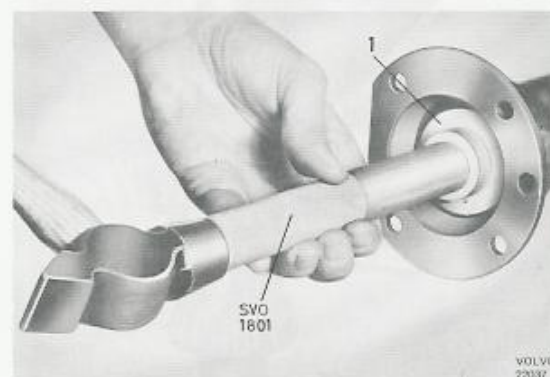

Bild 14. Montering av tätningssring
4. Driv in den nya tätningssringen. Se till att den drivs i rätt. Använd verktyg SVO 1801 och SVO 2456, bild 14.